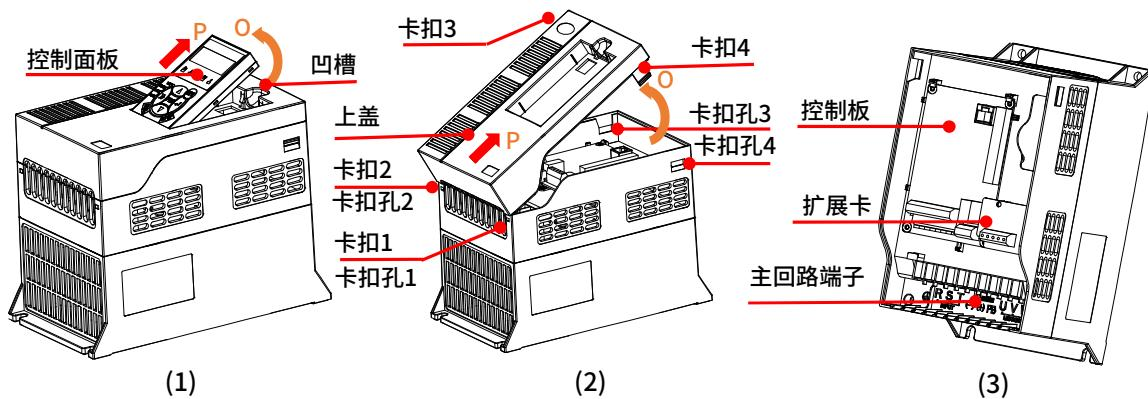

图 3-3a NE300 3 相 400V 1.5~11kW(GB)/2.2~15kW(PB)
- NE300 有两种塑料壳机型,具体见图 3-3a/b。
- 拆卸或安装按键板：手指进入图 3-3a (1) 所示凹槽按压卡扣，沿 O 方向旋转，然后沿 P 方向取出；反向操作为安装按键板。这个拆装过程可用于所有机型。
- 塑料外壳机型的配线准备图(3-3a): 图 3-3a (2) , 首先按压卡扣 3/4,脱出后沿 O 方向旋转，沿 P 方向取下上盖。反向操作装回。